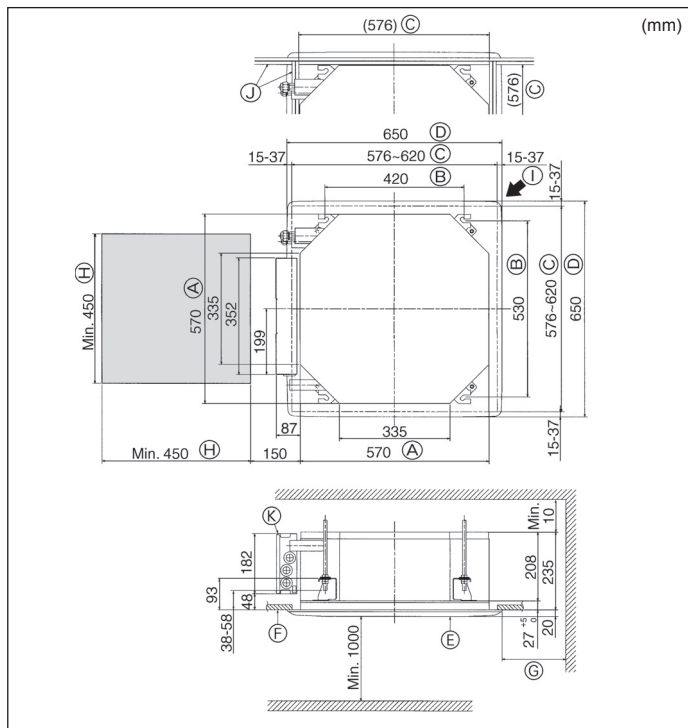

Fig. 4-2
4.2. Ouvertures dans le plafond et emplacement des boulons de suspension (Fig. 4-2)